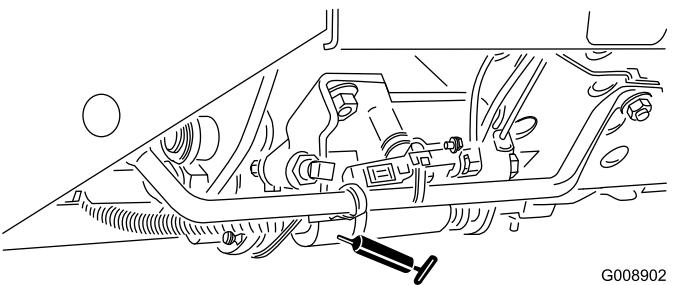

Figura 68
- Slitta di tosatura/trasporto (Figura 68)